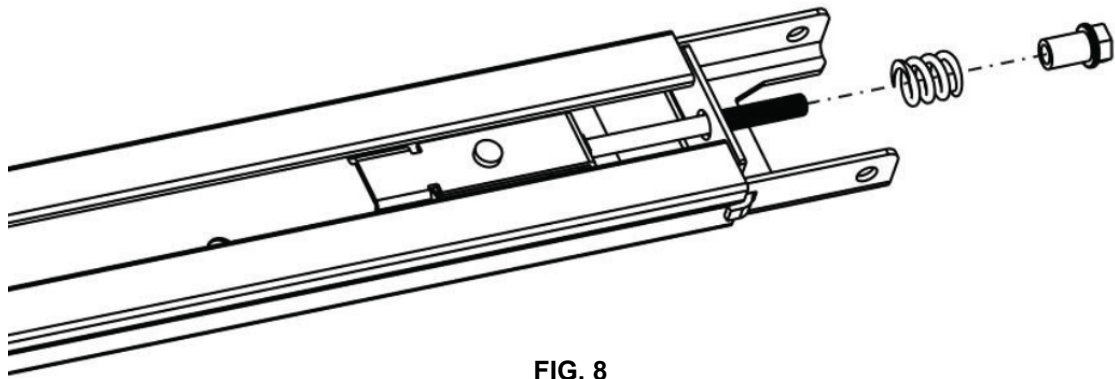

FIG. 8
- Jak przedstawiono to na fig. 8, usunąć nakrętkę i sprężynę.